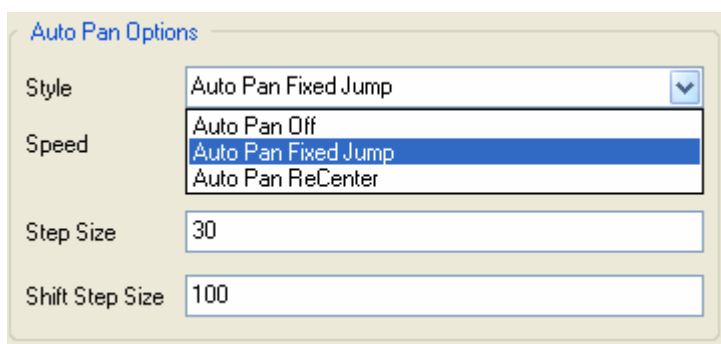

图 2-27 Style 下拉列表
- Style 下拉菜单：单击该选项右边的下拉按钮，弹出如图 2-27 所示下拉列表，其各项功能如下：